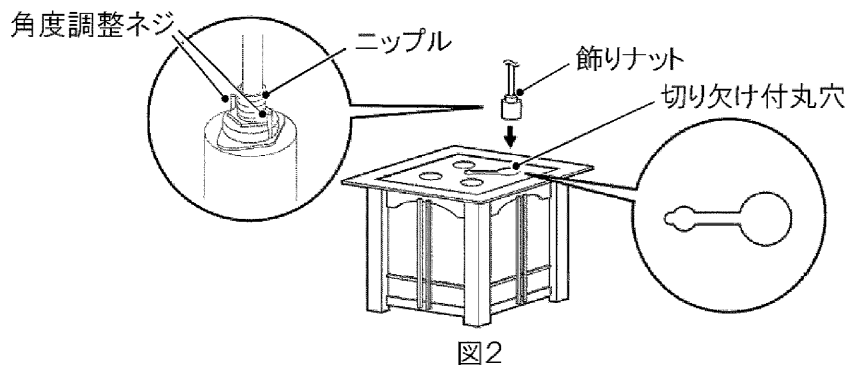

図2
- 4 ソケットをセードの切り欠け付丸穴へ通す。(図2)
- 5 コードを切り欠けの奥まで移動させ、角度調整ネジを穴から出し、飾りナットでニップルを固定する。(図2)